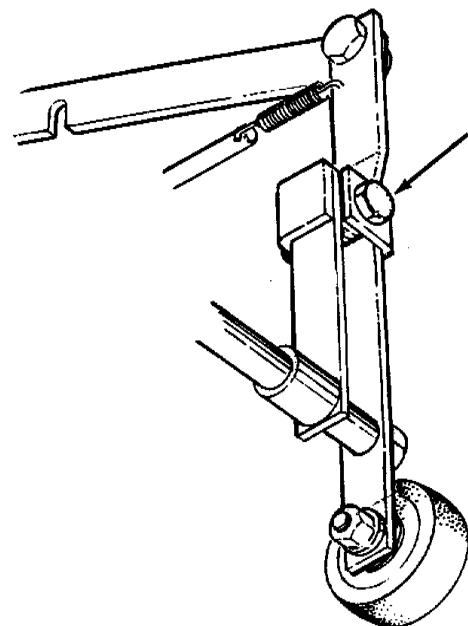

Рисунок 13
1. Определите местоположение установочного винта. См. рис. 13.